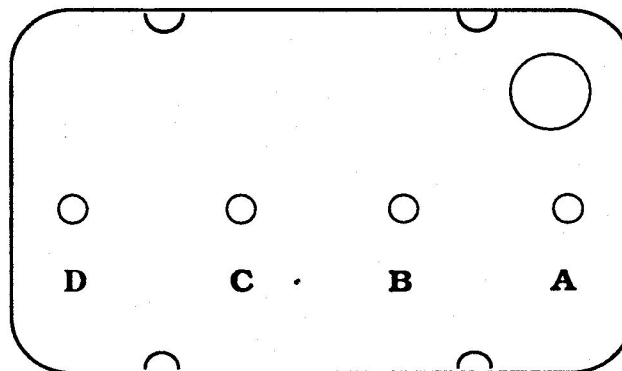

Abb. 1: Anzeige mit 4 Potentiometern
**EINSTELLVERFAHREN****1. LED-ANZEIGEN mit 4 POTENTIOMETERN (abb.1)****1.1 ROTE LED: Heizungswasserventil**